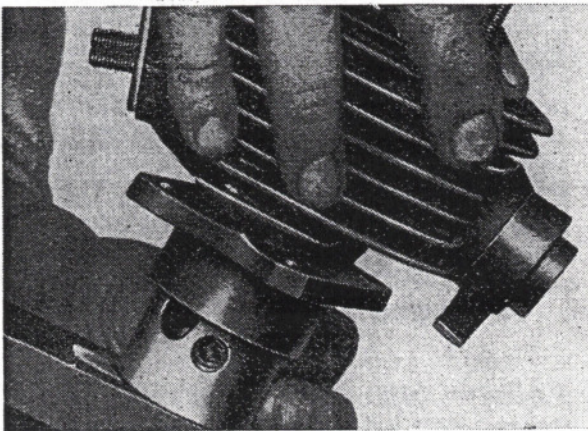

Abb. 61 Zylinder aufsetzen
5. Verdichtungsringe mit den Fingern oder mit einem Spannband zusammendrücken und den Zylinder über den Kolben führen. (Siehe Abb. 61.)